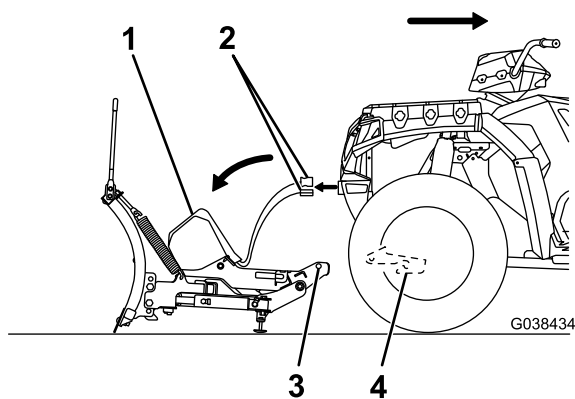

Figure 22
- À l'aide de la poignée d'accouplement, abaissez complètement la tour d'accouplement (Figure 22).
- Débranchez le faisceau du chasse-neige du faisceau du véhicule, et remettez les chapeaux de protection sur les connecteurs électriques (Figure 22).